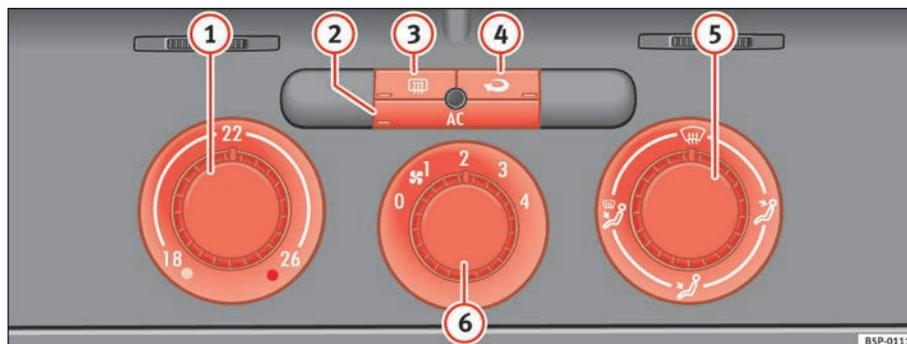

Fig. 128 Sur le tableau de bord : éléments de commande du Climatic
- Tournez le régulateur de température ⇒ fig. 128 ① vers la droite pour sélectionner la puissance calorifique souhaitée.